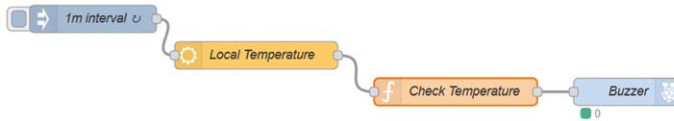

Figure 5.25 Programme de flux du projet
Programme de flux Node-RED : La figure 5.25 montre le programme de flux. Dans ce programme, 4 nœuds sont utilisés **injecter** nœud qui se répète chaque minute, un **openweathermap** nœud qui reçoit le bulletin météo local, un **fonction** nœud qui extrait la température actuelle de
- Rejoindre les 4 nœuds comme dans la figure 5.25, et cliquer **Déployer**